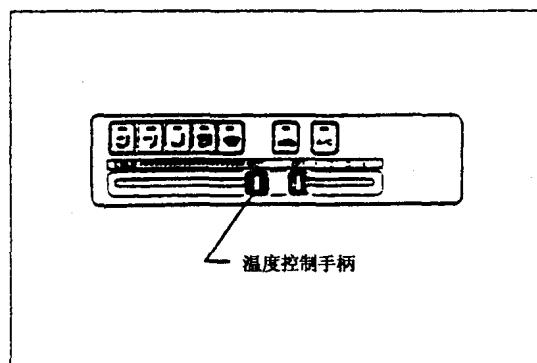

图 1-7
(1) 散热器的“TEMP”(温度)控制手柄置于全开位置“HOT”, 见图 1-7。